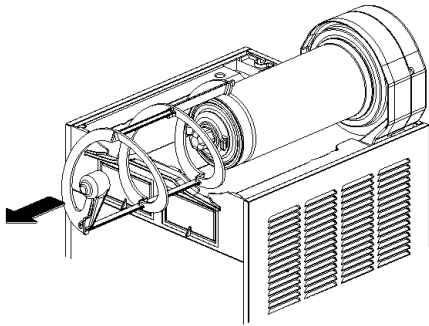

figura 9
- 3** Sfilare dall'evaporatore la spirale esterna (vedere figura 9) e successivamente il rotore magnetico esterno (vedere figura